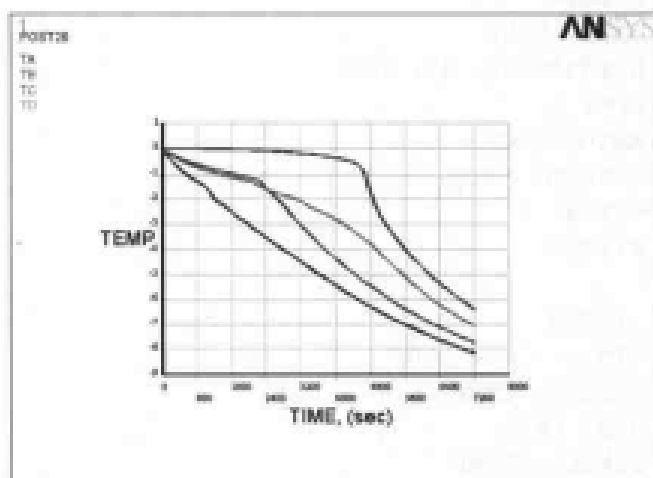

图 12-29 A、B、C、D 四点温度随时间的变化关系曲线
(39) 单击 OK 按钮, ANSYS 显示窗口将显示 A、B、C、D 四点温度随时间的变化关系曲线图, 如图 12-29 所示。